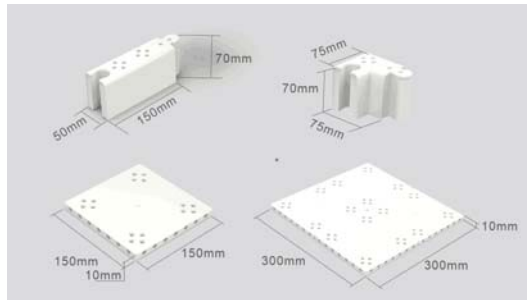

图 2 可拼装的塑料部件
2.1.1 赛台长 2400mm 宽 2100mm，是用可拼装的塑料部件拼接而成的。这些部件有边长 150mm 的方形小底板、边长 300mm 的方形大底板、150mm×70mm×50mm 的挡板及外边长 75mm 的转角等四种，如图 2 所示。